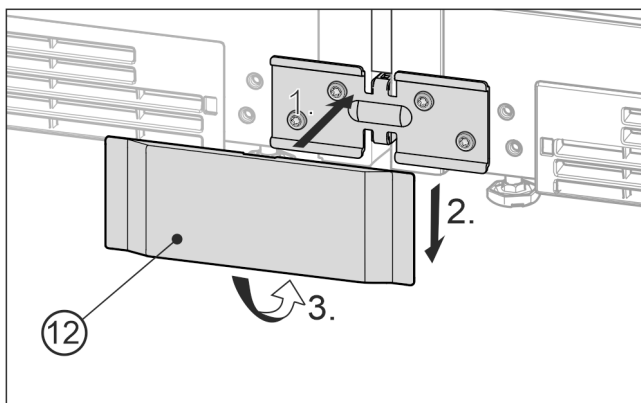

Fig. 25 Приблизне відображення
- Насадіть нижню кришку Fig. 25 (12) спереду на кут Fig. 25 (1), зсунути вниз Fig. 25 (2) і зафіксуйте знизу Fig. 25 (3).